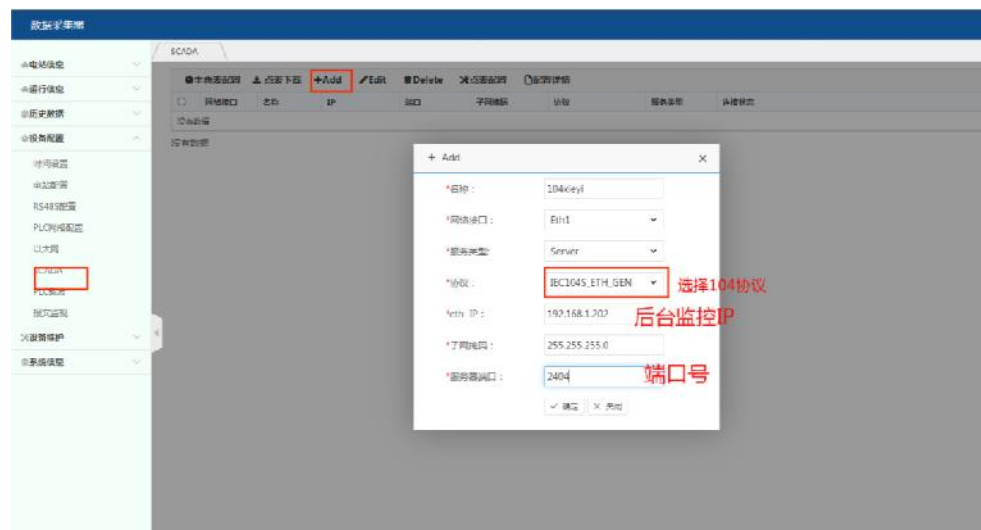

图 5.36
- 2.如图 5.36，完成 104 协议添加，注意：后台监控 IP 需与所连接 ETH 口 IP 为同一网段